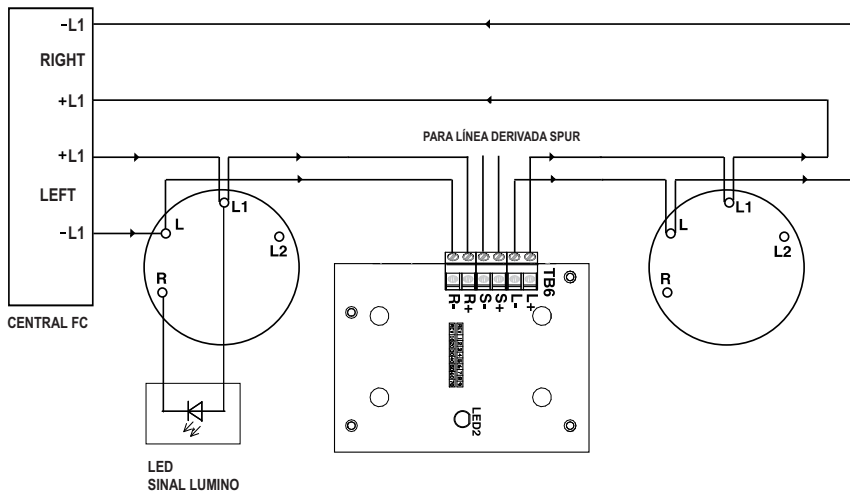

FIG. 1 FC410LI esquema de conexión
- 4) Conexiones loop. Para la configuración típica de conexión del módulo FC410LI (consultar la Fig. 1)
- 4) Conexões loop. Para a configuração típica de conexão do módulo FC410LI (ver Fig. 1).